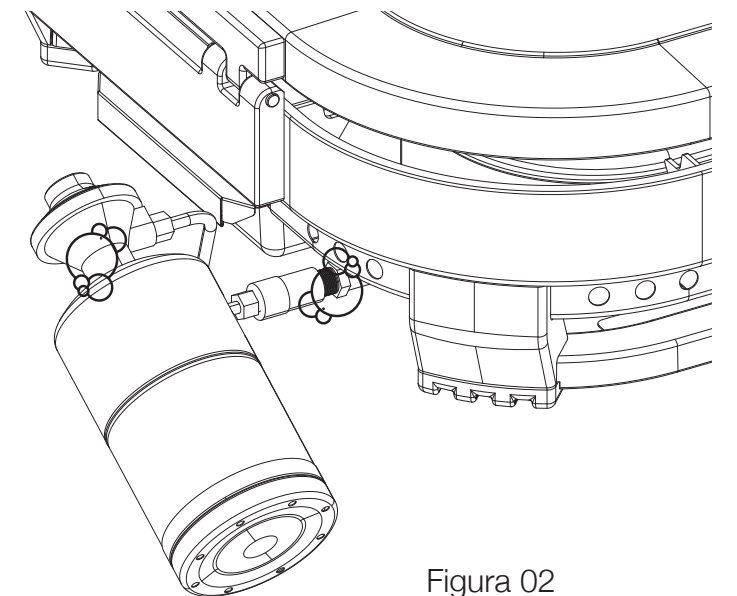

Figura 02
4. Utilice un pincel limpio para aplicar una solución suave de agua y jabón 10/90 en las zonas de unión de las válvulas y del regulador (indicadas con flechas en la Figura 02).